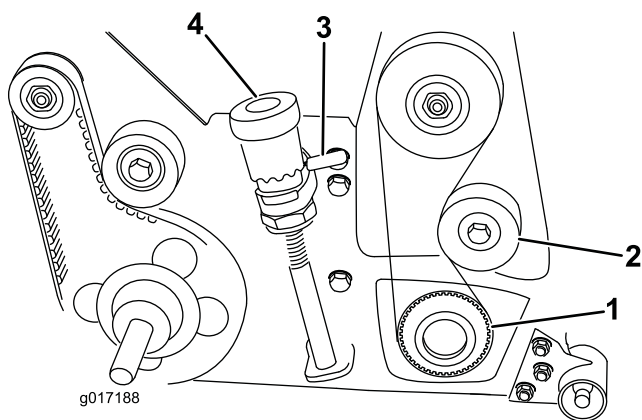

Рисунок 11
28. Установите крышку привода барабана на боковую пластину, закрепив четырьмя (4) ранее снятыми колпачковыми винтами.
29. Проверьте узел механической щетки. Поверните оба быстродействующих подъемных рычага, чтобы поднять барабан механической щетки в транспортное положение (Рисунок 11). Устраните любые нарушения и заново проверьте собранный узел.